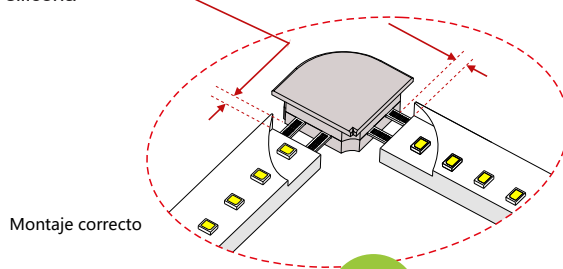

Fig. 7.2
- Fig. 7.2 — Los 4 pines deben insertarse entre la placa PCB de ambas tiras y sus bases de silicona, y reservar 2-3 mm para sellar la conexión con una gota de silicona.